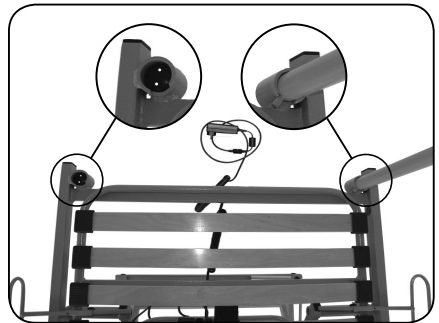

Abb. 6.6.02 - Aufrichteraufnahmen für Aufrichter und Transportsicherung
1. Stecken Sie den Aufrichter wahlweise links oder rechts in eine der kopfseitigen Aufrichteraufnahmen (Abbildung 6.6.02). Achten Sie darauf, dass der Bolzen des Aufrichters vollständig in der Ausklinkung der Aufrichteraufnahme steckt.